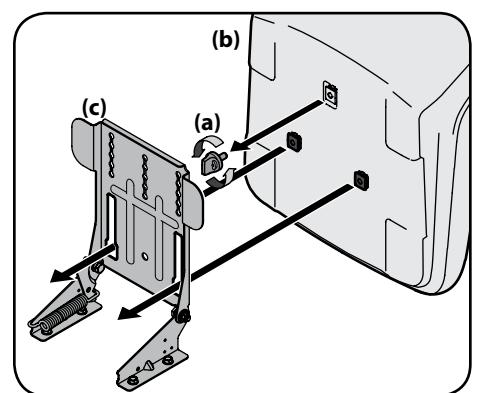

Figura 2-5
- Retire la perilla de ajuste del asiento (a) de la parte inferior del asiento (b). Consulte la Figura 2-5.
- Alinee el asiento (b) sobre el soporte de pivotaje del asiento (c) como se muestra en la Figura 2-5 y Monte el asiento (b) en el soporte de pivotaje del asiento (c) insertando las dos lengüetas de la parte inferior del asiento (b) en las ranuras del soporte de pivotaje del asiento (c).